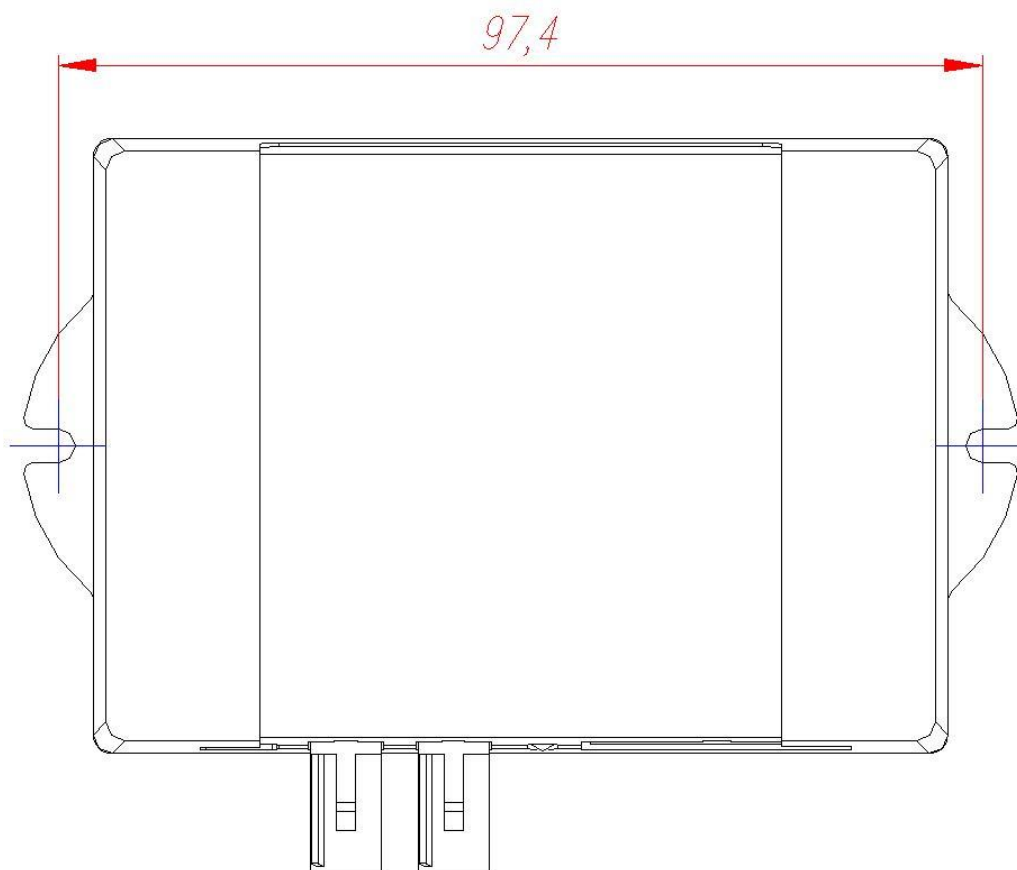

Рисунок 4.4 Установочные размеры терминала FORT-111М
1. Место установки терминала должно быть выбрано, исходя из его габаритных (105x78x30 мм) и установочных (см. рисунок 4.4) размеров, а также с учетом обеспечения требуемого пространства для удобного подключения разъемов.